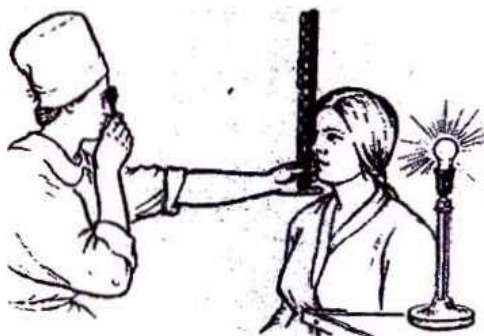

Рисунок 2 - Определение рефракции методом скиаскопии
6.2.1 Сядьте напротив пациента на расстоянии от 0,67 м до 1 м (рисунок 2) и попросите пациента при исследовании в условиях медикаментозного расширения зрачка смотреть на отверстие зеркала, а при исследовании, когда аккомодация не расслаблена, - мимо вашего уха со стороны исследуемого глаза.